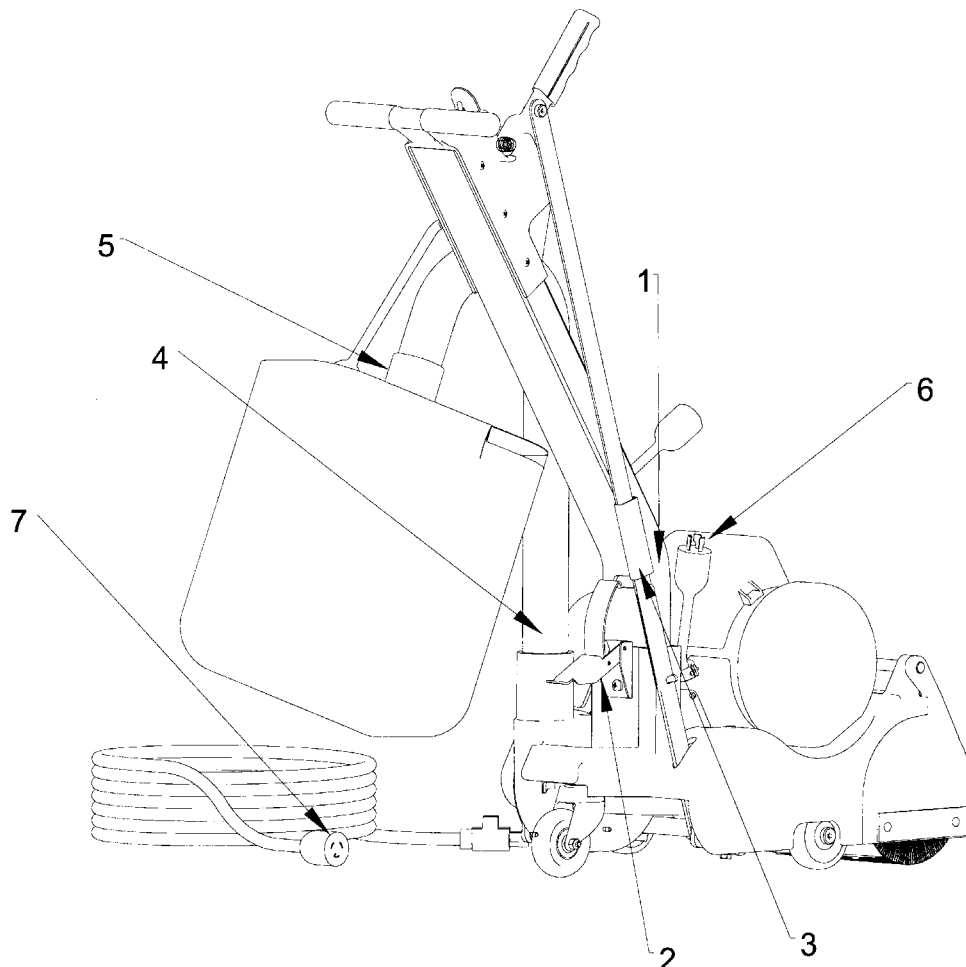

Figure 1
1. Pour transporter la machine, retirez la poignée, le tuyau à poussières et le sac. Suives les étapes illustrées à la figure 1.
Pour installer la machine, suivez les étapes illustrées à la figure 1 :